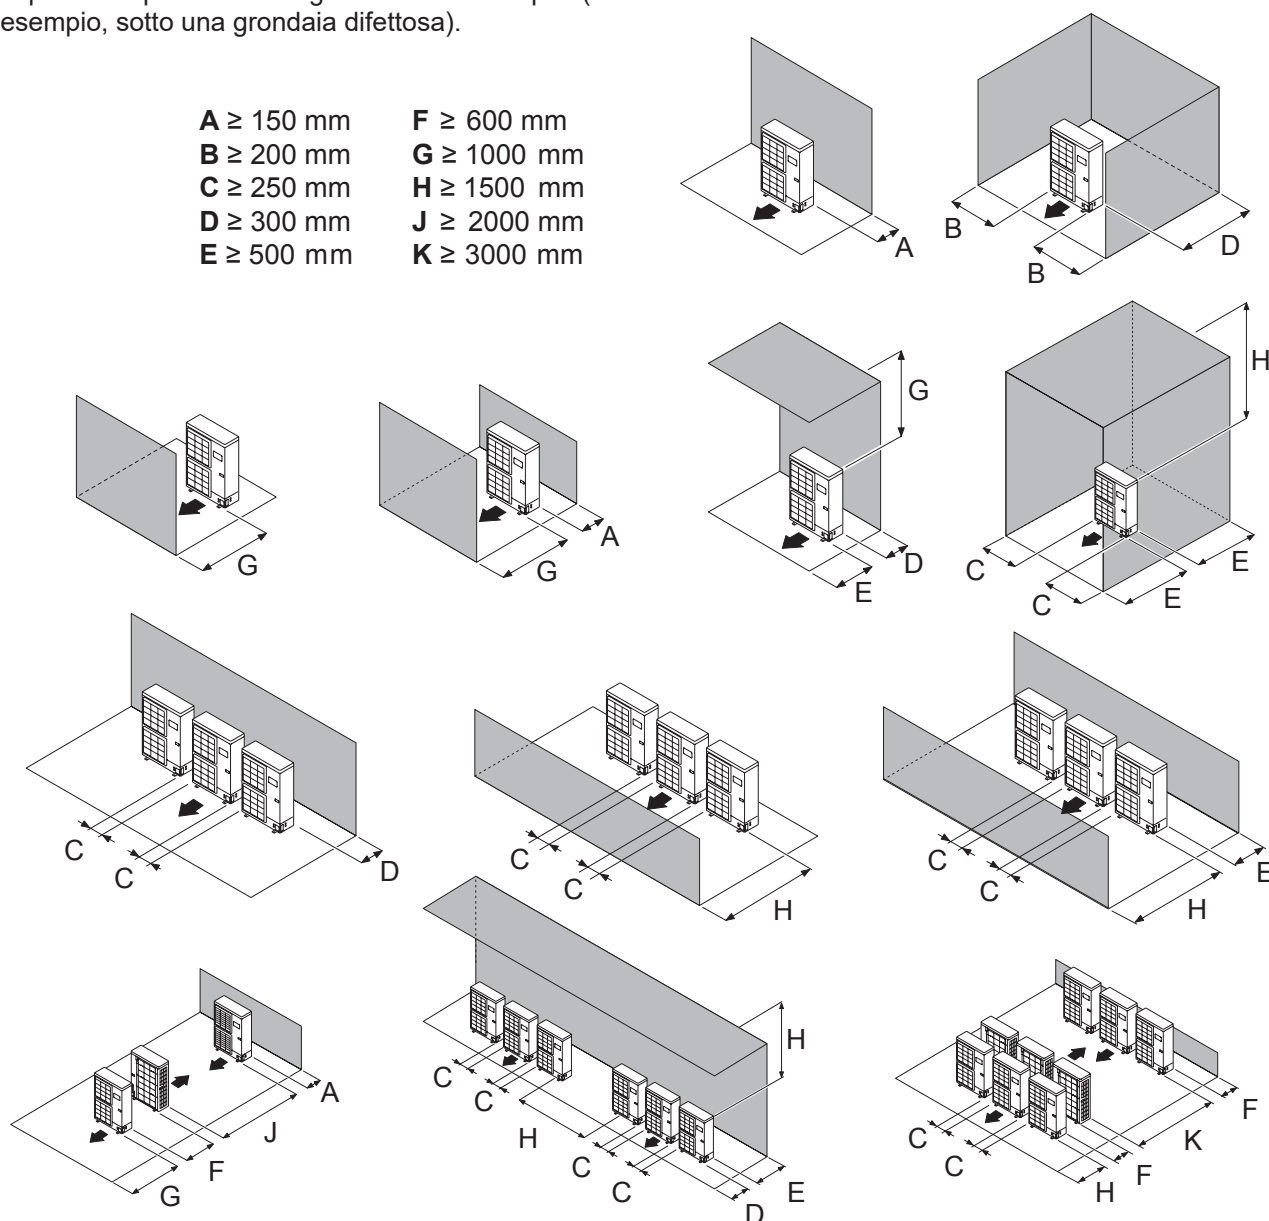

fig. 13 - Spazio minimo d'installazione intorno alle unità esterne (per tutti i modelli)
- L'unità deve essere facilmente accessibile per lavori e manutenzioni varie (fig. 13).
- La circolazione dell'aria attraverso l'evaporatore e in uscita dal ventilatore non deve essere ostacolata in alcun modo (fig. 13).